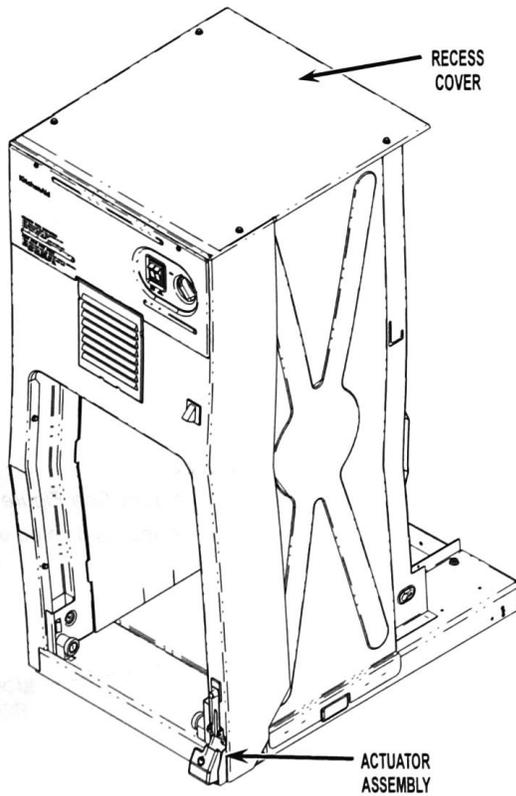

FIGURE 6
- Reconnect wires to switch. Attach machine front using eight (8) screws removed in step 5.
- Attach new actuator assembly with screws provided, and attach recess cover with screws removed in step 4. See Figure 6.
8. Rebrancher les câbles au contacteur. Fixer l'avant de la machine à l'aide des huit (8) vis retirées à l'étape 5.
9. Fixer le nouvel actionneur avec les vis fournies et remonter le couvercle encastré avec les vis retirées à l'étape 4. Voir Figure 6.